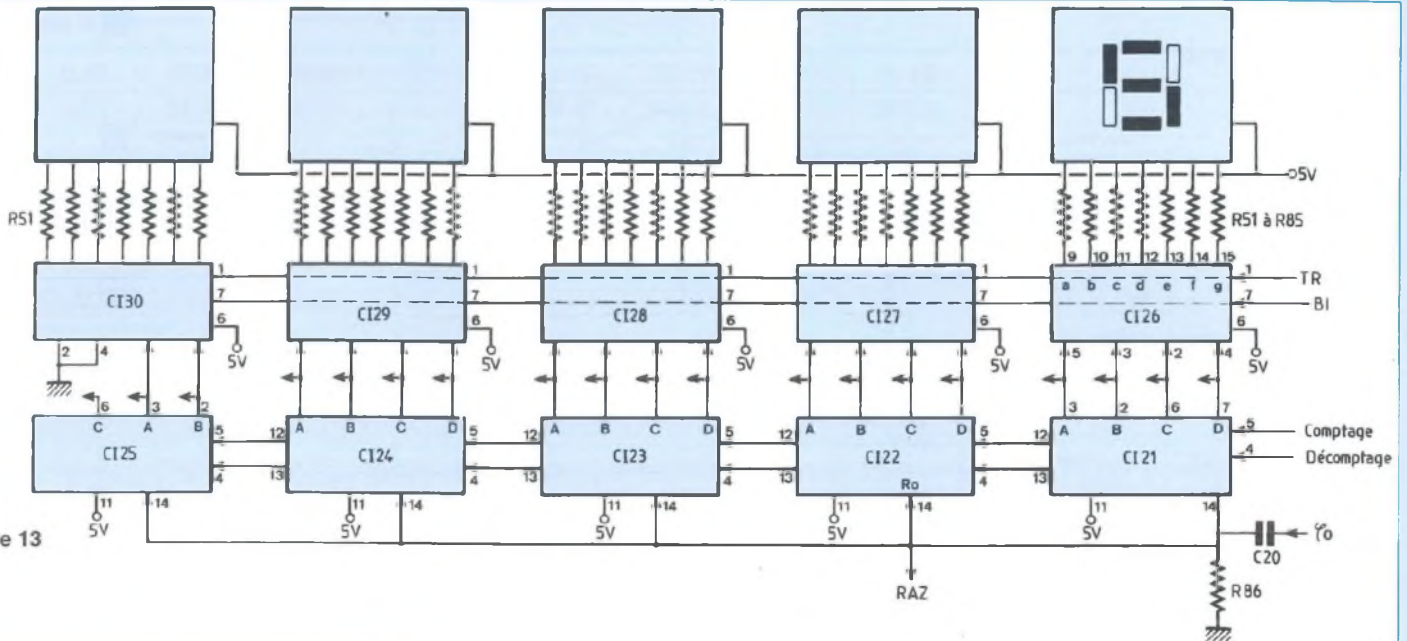

Figure 13
La figure 13 représente le module de comptage et d'affichage. Les afficheurs sont à anode commune. La remise à zéro s'effectue au début de la phase zéro. Il faut afficher le signe moins s'il y a eu une impulsion positive de Zφ4. Cette impulsion fait passer à 1 la sortie Q (13) de la première bascule de C131 (figure 14). Toutefois elle revient à zéro par Zφ5 si le résultat à afficher est zéro, car le moins est alors inutile. Sinon, l'impulsion de transfert entérine l'information en sortie de la deuxième bascule de C131, et